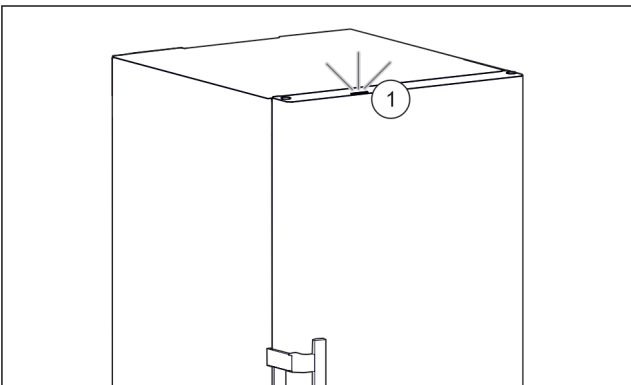

Fig. 56 Активная лампа статуса при закрытой двери
- ▷ Лампа статуса Fig. 56 (1) активирована.